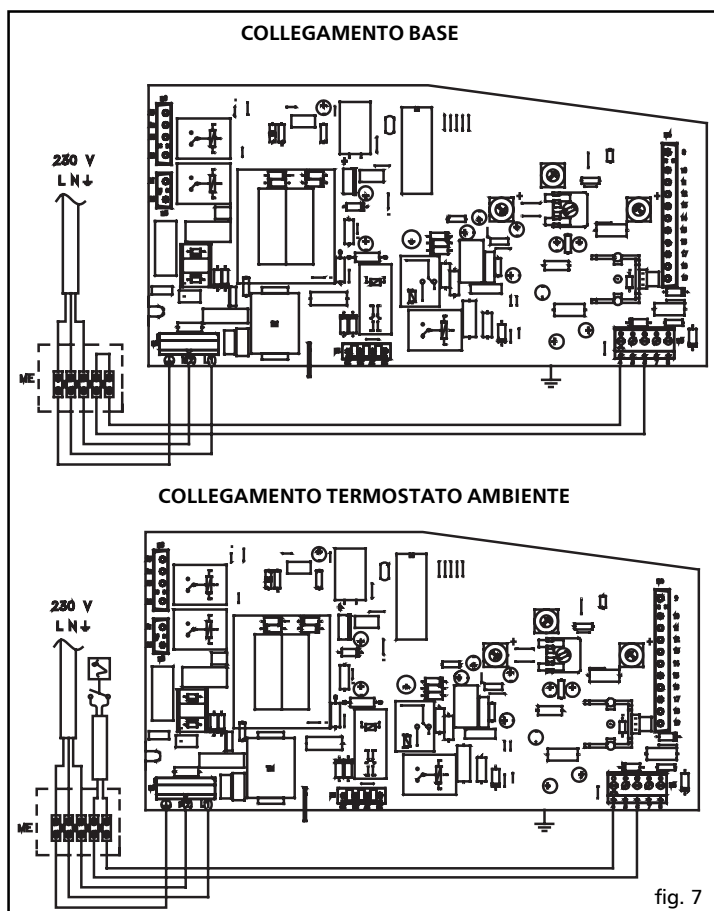

fig. 7
- effettuare i collegamenti elettrici come indicato in fig. 7 "collegamento base"
- per il collegamento del termostato ambiente riferirsi al relativo schema riportato in fig. 7. I contatti del termostato ambiente devono essere dimensionati per una tensione di **230 V**